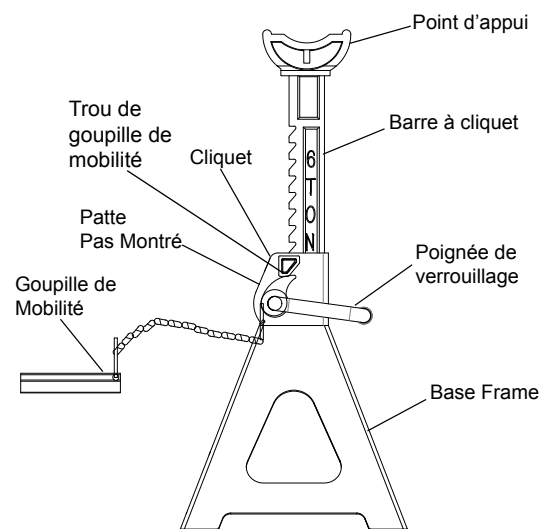

Figure 1 : Pièces d'une béquille de cric typique
3. Vérifiez que le produit est compatible avec l'utilisation que vous voulez en faire. Si vous avez des doutes, communiquez avec le soutien à la clientèle pour les produits de Omega Lift au numéro (888)332-6419.
6. Le verrouillage de la barre à cliquet et de l'encliquetage se fait en pliant la patte (figure 1) vers l'intérieur à l'aide d'un marteau et d'un poinçon adéquats. La barre ne se déplacera pas de façon inattendue.